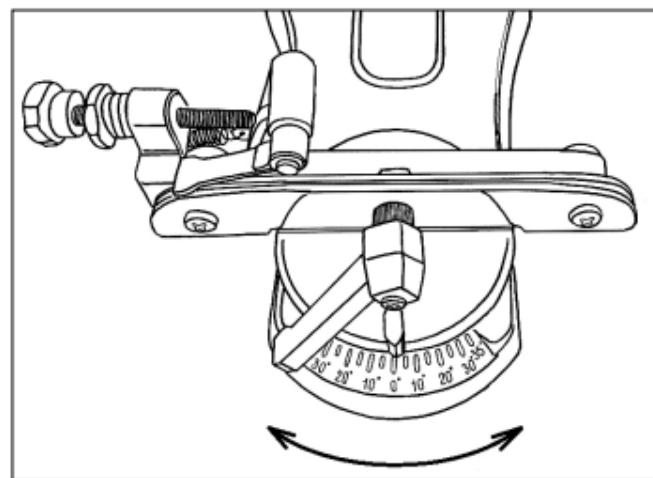

Рис.5 Выбор угла заточки
- Выберете необходимый угол заточки от  $0^\circ$  до  $35^\circ$  в зависимости от типа цепи и поверните рабочий стол, ослабив крепежную гайку, на соответствующий угол по шкале (рис.5) и затяните гайку. В большинстве случаев, цепи имеют угол заточки  $25^\circ - 30^\circ$ .